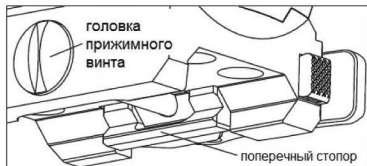

рис.3-2
- Сбоку прицела расположен винт регулировки силы прижима (см. Рис. 3-2). Перед установкой прилагаемым ключом Tox ослабьте регулировочный винт, чтобы уменьшить силу прижима.